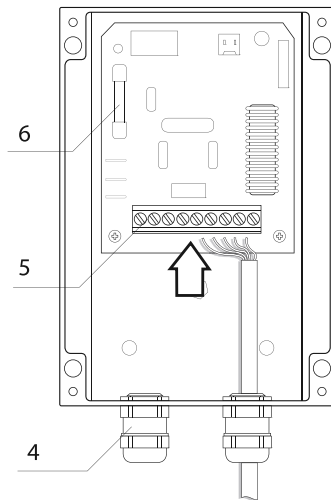
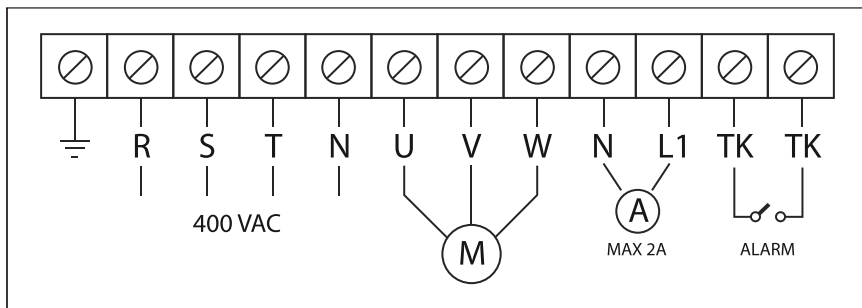

Рис. 3
Рис. 4. Схема электрических подключений
Регулятор имеет пять скоростей, выбор между которыми осуществляется выставлением поворотной ручки **1**, в одно из пяти фиксированных положений, и положение «**0**» в котором прибор выключен. В регуляторе предусмотрены клеммы **ТК** (см. рис. 4) для подключения термального контакта, вмонтированного в мотор вентилятора, при срабатывании термального контакта прекращается подача напряжения на двигатель вентилятора и загорается сигнальная лампа **3**, показывающая аварийную работу регулятора. Регулятор также имеет клеммы **L1,N** (230Vас/**макс 2А**) для подключения внешнего оборудования (например приводов воздушных заслонок). В случае перевода ручки регулятора в положение «**0**», напряжение на клеммы и электродвигатель вентилятора не подается.
Прибор оборудован плавким предохранителем — **6** (см.рис.3), защищающим прибор и подключенный к нему вентилятор, от повышенного токопотребления.
- Произвести электрические подключения согласно схемы (**см. рис.4**). Подключение внешних электрических проводников к изделию осуществляется при помощи винтовых клемм — **5** (**см.рис.3**). Ввод проводников во внутрь прибора производится через гермовводы — **4** (**см. рис.3**). На внешнем вводе (220В/50Гц) должен быть установлен встроенный в стационарную сеть электроснабжения автоматический выключатель.